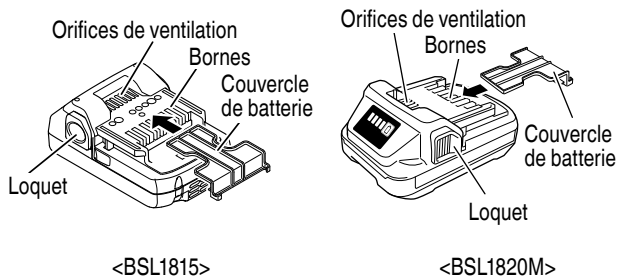

Fig. 3
- **Soit ranger le bloc de pile avec l'outil électrique ou de manière sécuritaire en l'enfonçant dans le couvercle jusqu'à ce que les orifices de ventilation soient dissimulés afin d'éviter les courts-circuits. (Voir la Fig. 3)**